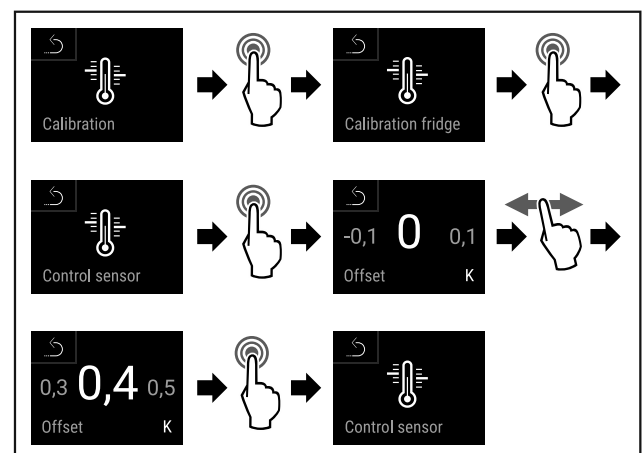

Fig. 137
- ▶ Seguir los pasos de procedimiento (consulte Fig. 137) .